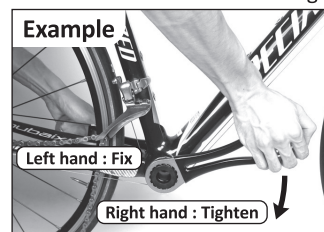

Fig. 3
③ 左右のカップに TL-PWS BBレンチの S 側を嵌め、右回し (正ネジ) でしっかりと締め付けてください。その際、共回りしないよう両手もしくは二人で作業を行ってください。—図3
※図3は作業方法の一例です。
- ③ Set the S side of TL-PWS BB wrench to each of the left and right cups and tighten them securely. To hold the other cup in place, use both hands or work with someone. —Fig. 3
*Fig. 3 is an example of working methods.